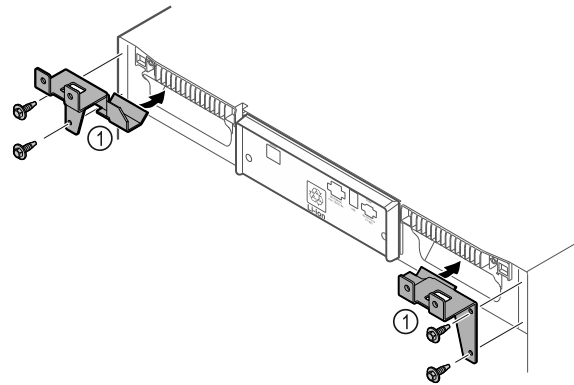

Fig. 12
- ▶ Asenna pidinosat Fig. 12 (1) kierteittäväillä ruuveilla laitteeseen.